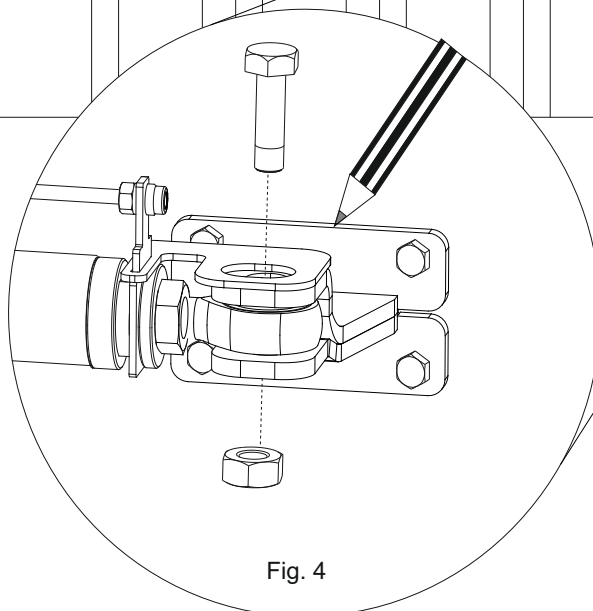

Fig. 4
- 2) Fissare lo stelo sul attacco anteriore (Fig. 4).
- 2) Fix the rod on the front fixation (Fig. 4).
- 2) Fixer la tige sur l'attaque antérieur (Fig. 4).
- 2) Fijar la varilla en el enganche anterior (Fig. 4).